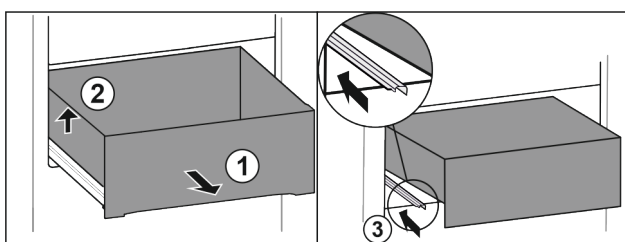

Fig. 106
- ▶ Tirer le tiroir jusqu'en butée. Fig. 106 (1)
- ▶ Soulever le tiroir sur la gauche. Fig. 106 (2)
- ▶ Rentrer le rail de gauche. Fig. 106 (3)